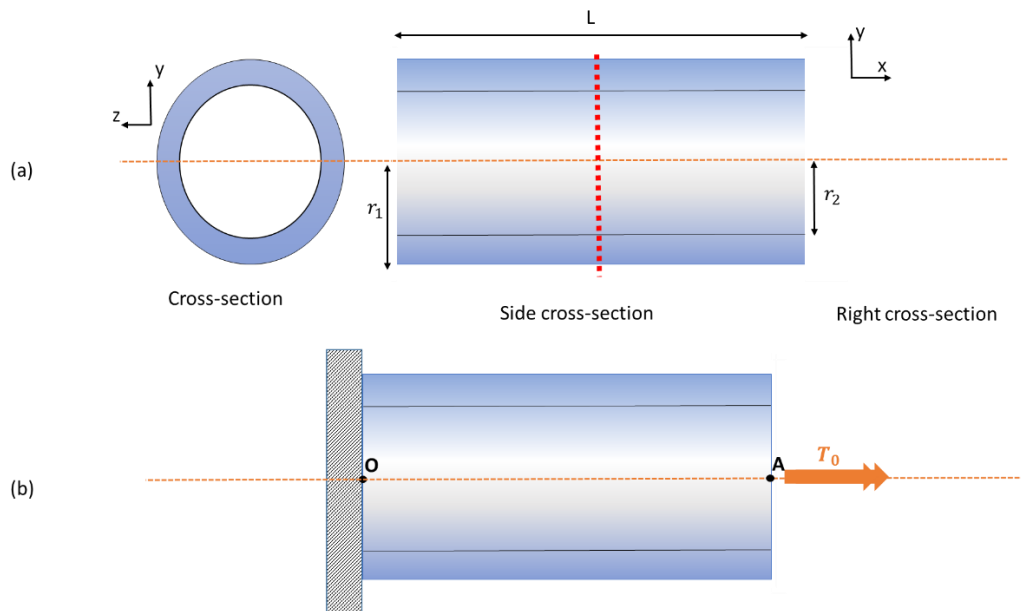

Figure 5a.4.1 | System Description
- Determine the minimum shear stress at the section represented in Figure 5a.4.1(a) (dashed red)?
On considère le cylindre **creux** de la Figure 5a.4.1 qui est fait de cuivre ($G_{Cu} = 45 \text{ GPa}$). On le fixe à l'une de ses extrémités et un couple ($T_0 = 5 \text{ kN} \cdot \text{m}$) est appliqué à son extrémité libre. Les dimensions sont indiquées à la Figure 5a.4.1 ($r_1 = 10 \text{ cm}$, $r_2 = 5 \text{ cm}$, $L = 5 \text{ m}$).